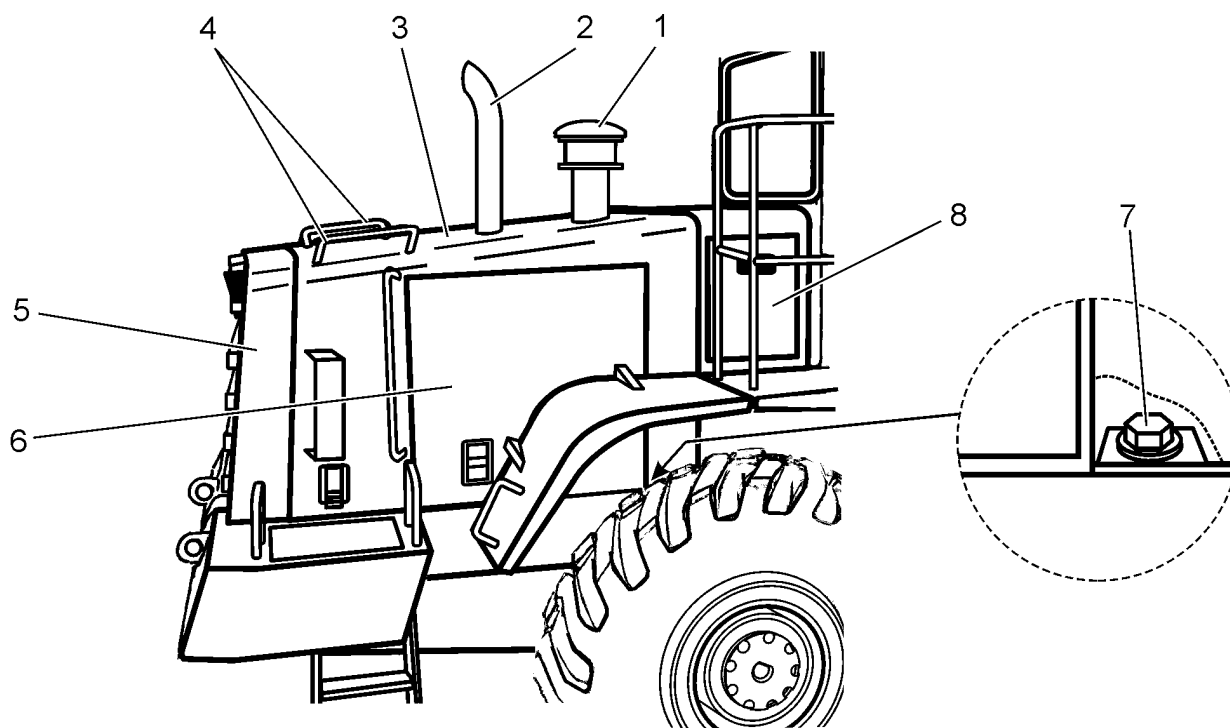
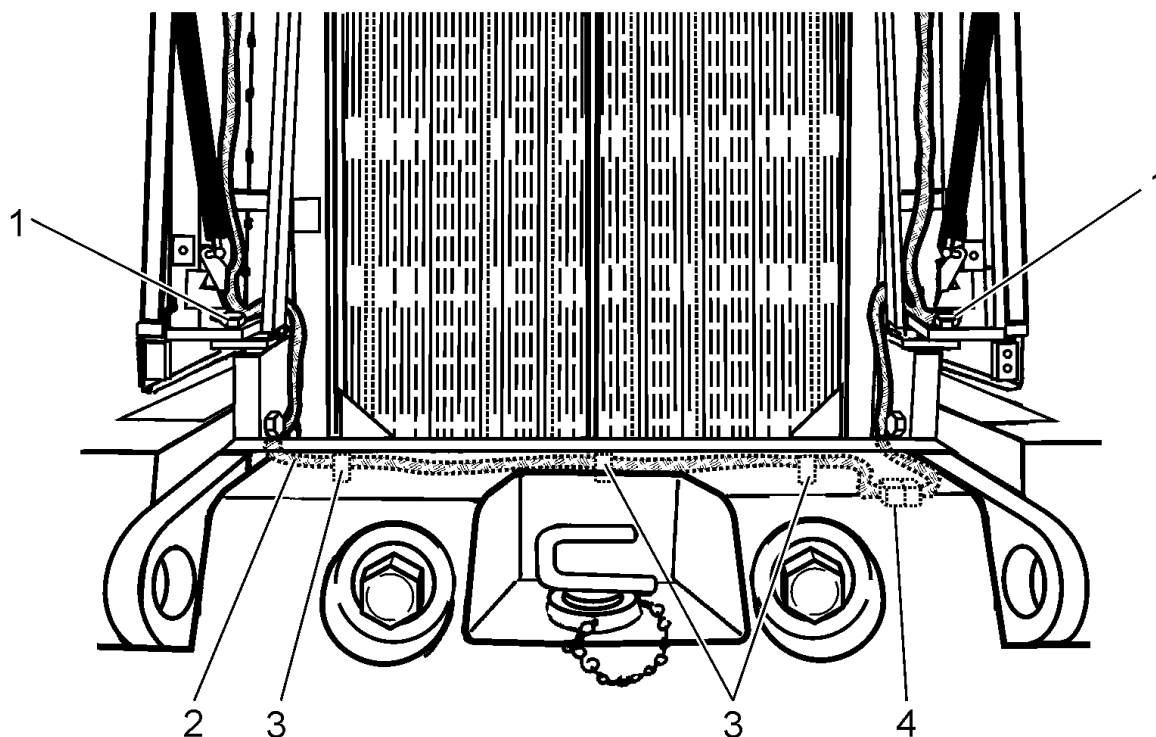

Рис. 6.2. Ограждения мотоотсека двигателя
Рис. 6.3. Точки крепления ограждений двигателя и жгута электропроводов
- Отклонить боковое ограждение (6, Рис. 6.2.) двигателя. Снять колпак (1) фильтра и выпускную трубу (2).
- Выкрутить болты, крепящие переднее ограждение (8, Рис. 6.2.) к крыльям и болты, крепящие это ограждение к крыше (3) мотоотсека. Снять переднее ограждение (8).
- Открыть заднее ограждение (5, Рис. 6.2.), вынуть жгут (2, Рис. 6.3.) электропроводов из скоб (3) на раме. Разъединить штекерный электроразъем (4).
- Выкрутить болты (1, Рис. 6.3.), крепящие крышу (3) к раме.
- Выкрутить болты (7, Рис. 6.2.), крепящие крышу (3) к раме на обеих сторонах крыши.
- Зацепить стропы подъемника за ручки (4, Рис. 6.2.) крыши и за отверстие под колпак (1) фильтра в крыше мотоотсека. Осторожно поднять крышу мотоотсека (3). Установить крышу (3) мотоотсека на горизонтальной поверхности так, чтобы исключить опасность ее деформации.
10. Зацепить стропы подъемника за ручки (4, Рис. 6.2.) крыши и за отверстие под колпак (1) воздушного фильтра в крыше мотоотсека. Осторожно поднять крышу мотоотсека и установить ее на раму машины. Вставить и вкрутить болты (7, Рис. 6.2.) с обеих сторон в передней части, а также болты (1, Рис. 6.3.) в задней части крыши мотоотсека.
11. Прикрепить жгут электропроводов (2, Рис. 6.3.) к раме скобами (3). Состыковать электроразъем (4). Закрыть и застопорить заднее ограждение (5, Рис. 6.2.).